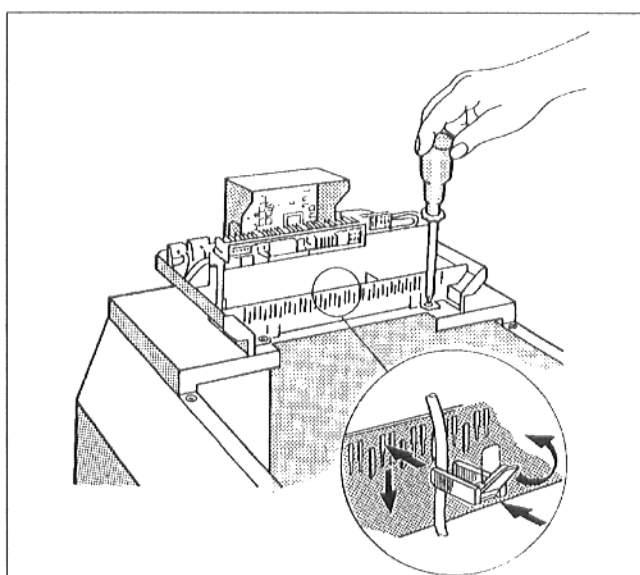

Fig. 16
- Fixer l'appareil de régulation sur la jaquette supérieure de la chaudière à l'aide de deux vis (Fig. 16).
- Fixer tous les câbles à l'aide de serre-câbles: enfoncer le serre-câble muni du câble dans le haut des fentes du cadre de fixation des serre-câbles; la nervure du levier doit être dirigée vers le haut. Pousser le serre-câbles vers le bas et l'enfoncer. Rabattre le levier vers le haut (Fig. 16).